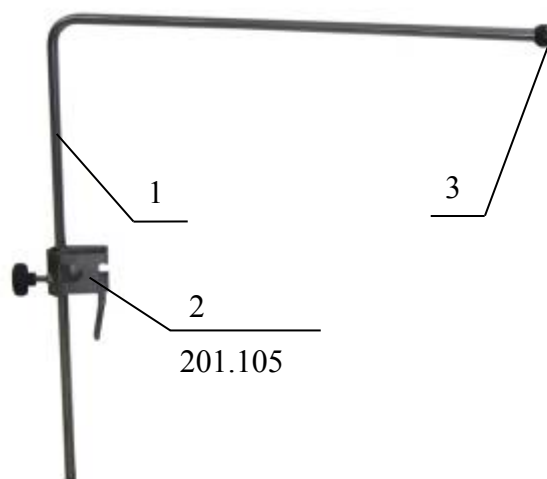

Рисунок 1. Наркозный экран.
1. Наркозный экран (экран для анестезии) (Рисунок 1). Изготовлен из нержавеющей стали, регулируется по высоте. Для крепления на направляющих рейках стола укомплектован радиальным зажимом 201.105.